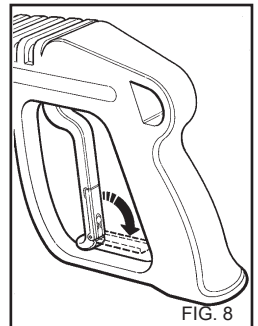

FIG. 8
- Quando a hidrolimpadora não está sendo utilizada, deve-se fechar o dispositivo de segurança do punho. (fig. 8).